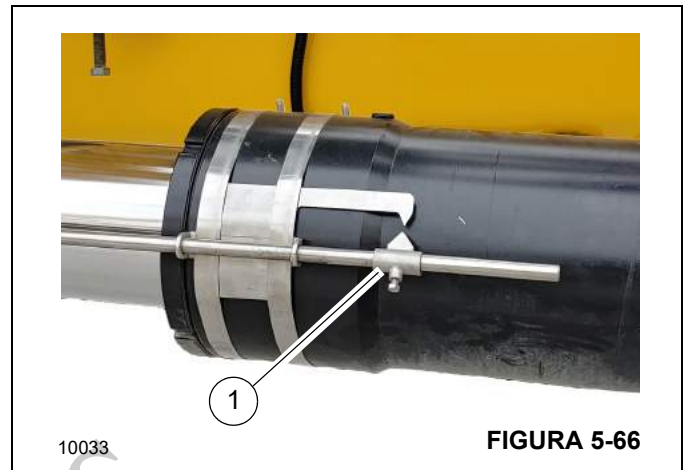

FIGURA 5-66
6. Se estiver montando uma extensão da lança hidráulica opcional, confirme que o indicador de ângulo (1, Figura 5-66) está alinhado. Se as setas não estiverem alinhadas, ajuste o deslocamento da extensão da lança conforme necessário para alinhar as setas. Para obter mais informações, consulte *Deslocamento da extensão da lança hidráulica (opcional)*, página 5-54.